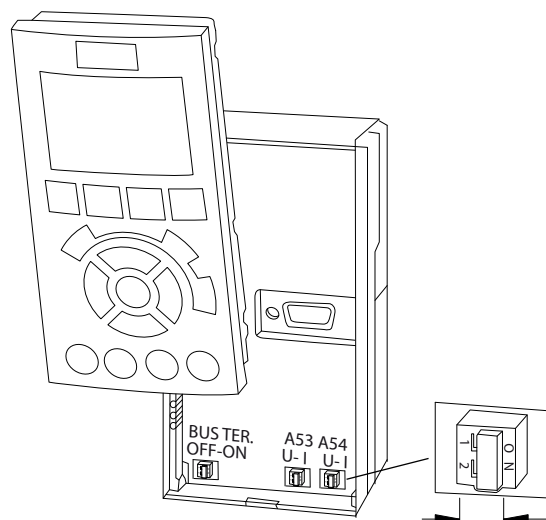

Ilustración 5.22 Ubicación de los conmutadores de los terminales 53 y 54
- En la tarjeta de control, se incluye un conmutador (BUS TER) para la resistencia de terminación de bus. Consulte el Ilustración 5.22.